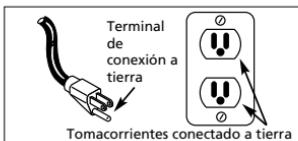

Figura 3 - Método de conexión a tierra
1. Este producto está diseñado para circuitos nominales de 120 voltios y tiene un enchufe para conexión a tierra similar al de la Figura 3. Cerciórese de conectarlo a un tomacorriente cuya configuración sea similar a la del enchufe. Este producto se debe conectar a tierra. En caso de que ocurra un cortocircuito, ésto evitaría el riesgo de choque eléctrico al ofrecerle un cable de desvío a la corriente eléctrica. Este producto tiene un cordón con un alambre y terminal de conexión a tierra. Debe conectarlo a un tomacorriente que esté instalado adecuadamente según los códigos y ordenanzas locales.